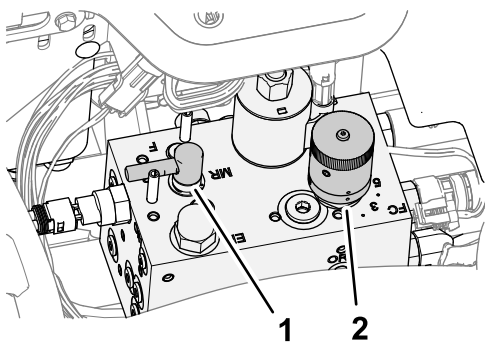

Figura 90
4. Mueva la palanca de autoafilado a la posición R (autoafilado) (Figura 90).